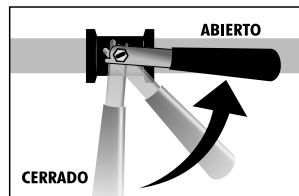

Figura 9.
- Gire la válvula general de paso hasta la posición ABIERTO (Ver figura 9).